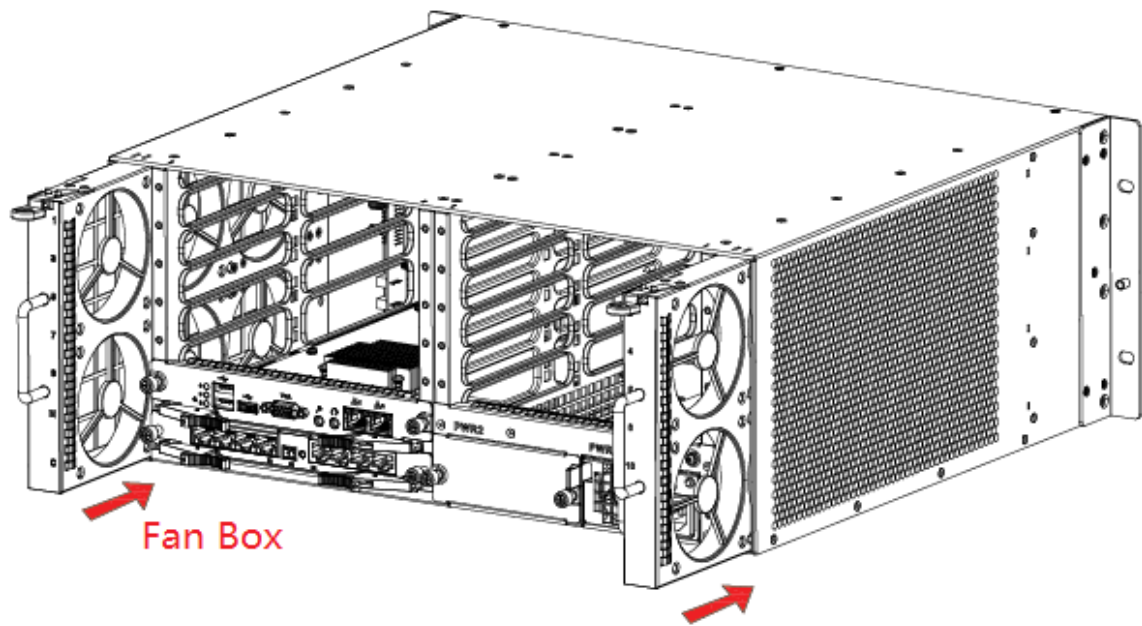

Figura 1-7
Paso 4 Inserte las cajas de los ventiladores izquierdo y derecho en las posiciones correspondientes, hasta que se fije la unión a presión superior, como se muestra en la Figura 1-7.